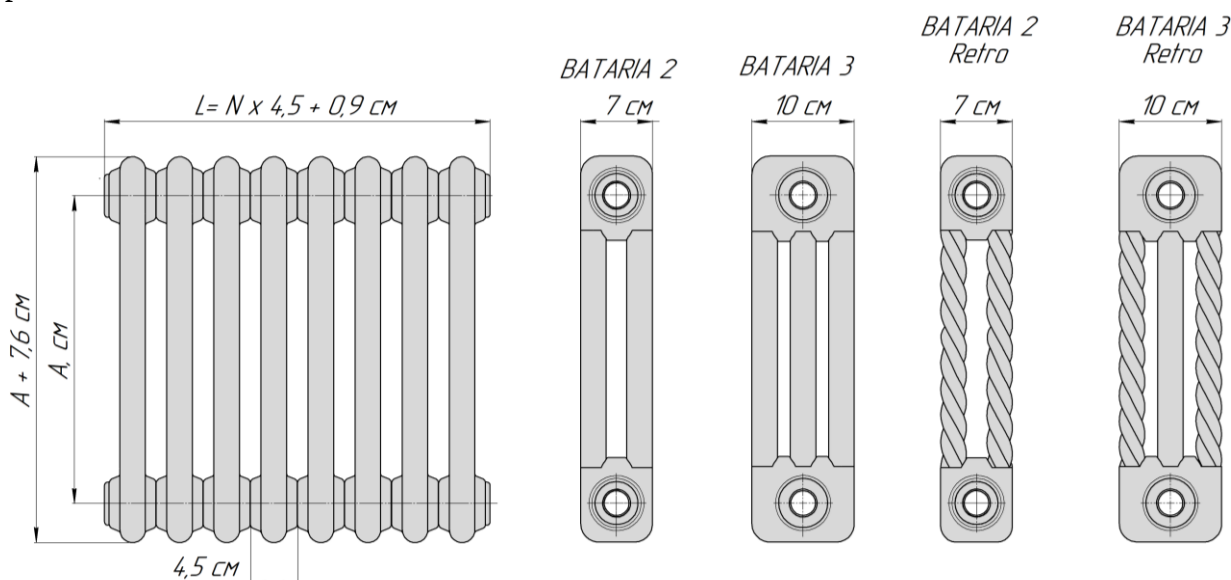

Рис. 1. Радиатор «BATARIA», где: А – межцентровый размер, см; N – количество секций; L – габаритная длина, см.
3.1. Основные размеры и параметры радиаторов приведены на Рис. 1 и в таблице.